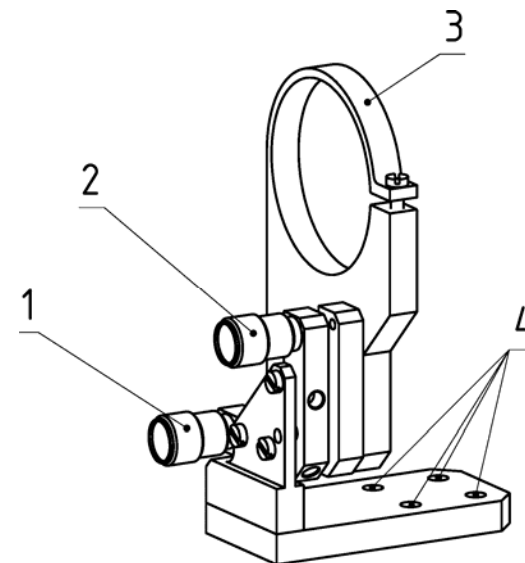

Рисунок 4
1.5.7. Внешний вид устройства юстировочного представлен на рисунок 4.
2.4.1. Установить устройства юстировочные на несущие конструкции, используя предназначенные для этого отверстия (см. рисунок 4). Разметка отверстий приведена на рисунке 5.